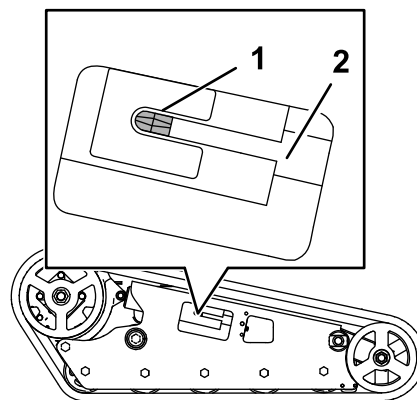

Figura 67
15. Rode o parafuso tensionador no sentido contrário ao dos ponteiros do relógio até o fundo (Figura 67).